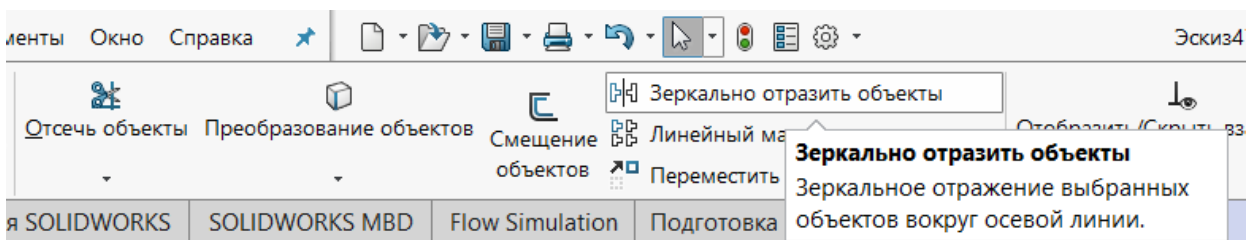

Рисунок 12 – выбор операции «Зеркально отразить объекты»
15. Выделить размеры, удерживая левую кнопку мыши. На панели инструментов «Эскиз» выбрать операцию «**Зеркально отразить объекты**» (рис. 12). В качестве оси симметрии выбрать осевую линию. Результат можно увидеть на рисунке 13.